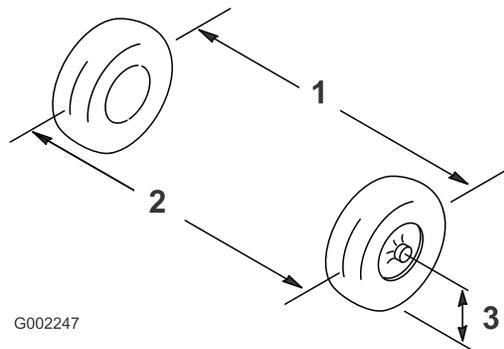

Figura 86
2. Mida la distancia entre los neumáticos delanteros a la altura del eje, en la parte delantera y trasera de las ruedas (Figura 86).